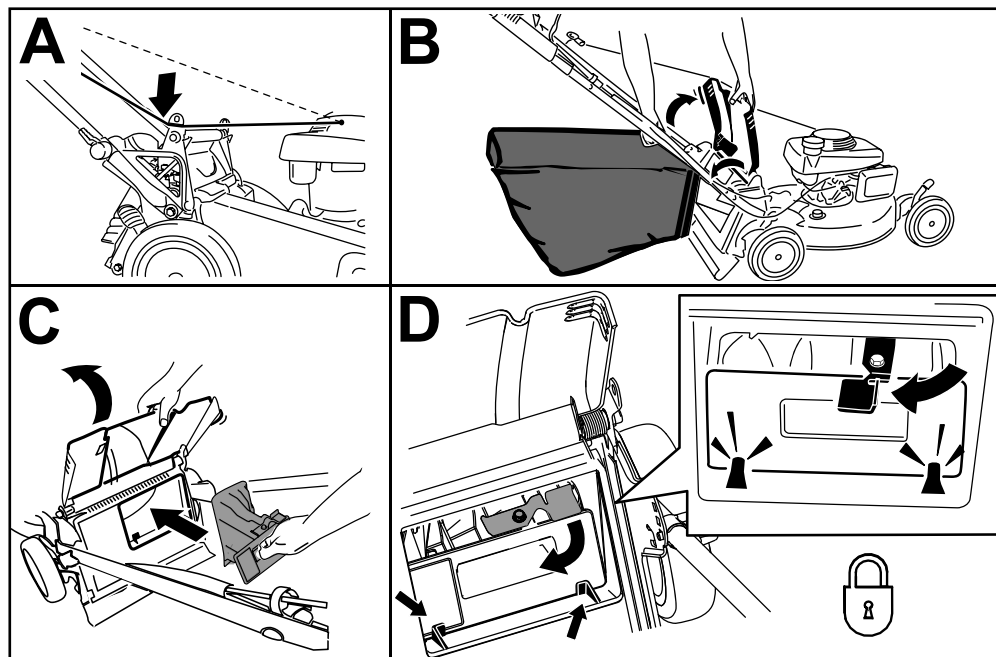

Figura 17
1. Pase la cuerda del arrancador alrededor de la guía de cuerda inferior (Figura 17, A).
2. Levante y sujete el deflector trasero y levante la bolsa por el asa para separarla de la muescas de los soportes del manillar (Figura 17, B).
3. Instale el tapón trasero (Figura 17, C).
**Importante:** Asegúrese de que el tapón trasero está bloqueado en su sitio. Para bloquear el tapón, presione firmemente hasta que encaje en su lugar detrás de las pestañas, y gire la palanca del tapón a la izquierda (Figura 17, D).